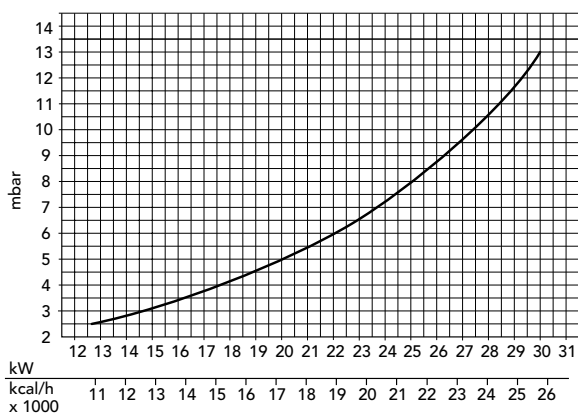

Рис. 3
**N.B.** - Давление газа в горелке и расход газа в режиме отопления, указанные в таблице, относятся к номинальной мощности котла; при необходимости снижения этой мощности (где это возможно), следует снизить давление газа, пользуясь графиками на рис. 3 - 4.